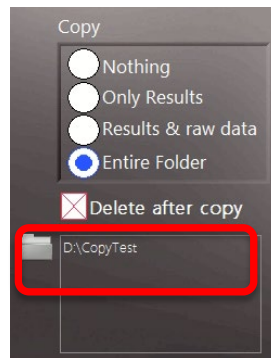

图 24 : 复制和目的位置部分
如下所述，在 **Destination Location**（目的位置）功能中选择复制的目的位置（参见图 24）。
此设置决定在测定运行结束时应将哪些结果复制到目的位置。如果选择“**Delete after copy（复制后删除）**”旁边的复选框，则将在结果成功复制到目的位置后从内部硬盘中删除芯片的完整数据文件夹（图 24）。
- **Destination Location** (目的位置) — 结果应复制到的目的位置显示在 **Delete after copy** (复制后删除) 复选框正下方的字段中。使用目的位置字段旁边的文件夹图标  来设置路径 (见图 24 中的红色框)。